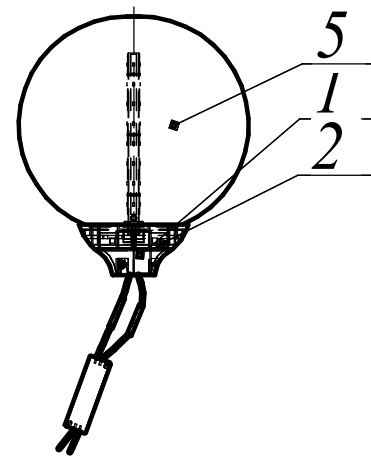

Рисунок 4
5. Рассеиватель Shar Opal тонированный поз. 5 см. рисунок 4.